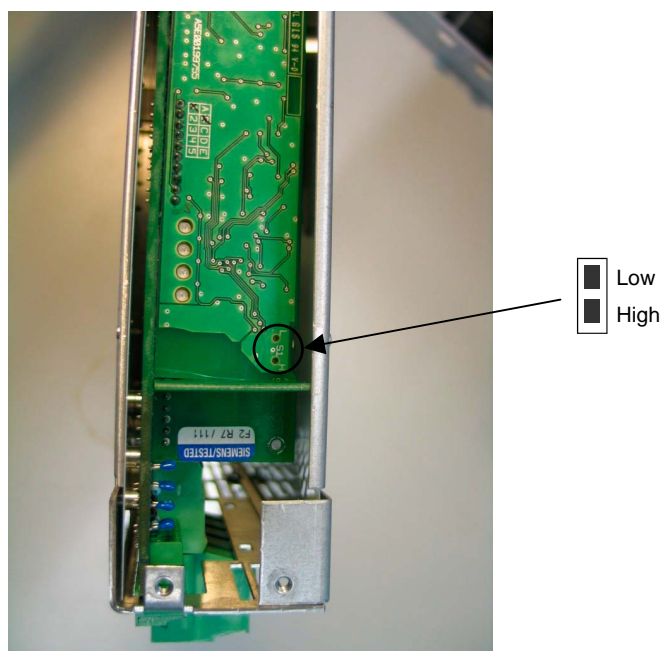

Figura 6-2 Interruptor S1 para umbral de respuesta de las unidades de frenado de 5 – 50 kW
- ◆ Ajustar el interruptor S1 con una herramienta adecuada p. ej. un destornillador pequeño (Figura 6-2).